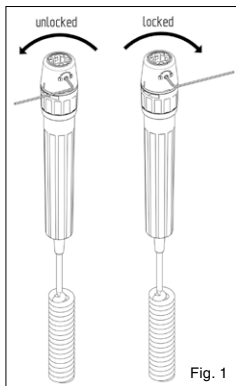

Fig. 1
- Påsatte instrumenter kan sikres mod utilsigelig aftagning, idet fremgangsmåden på fig. 1 anvendes med den medfølgende sekskantnøgle.